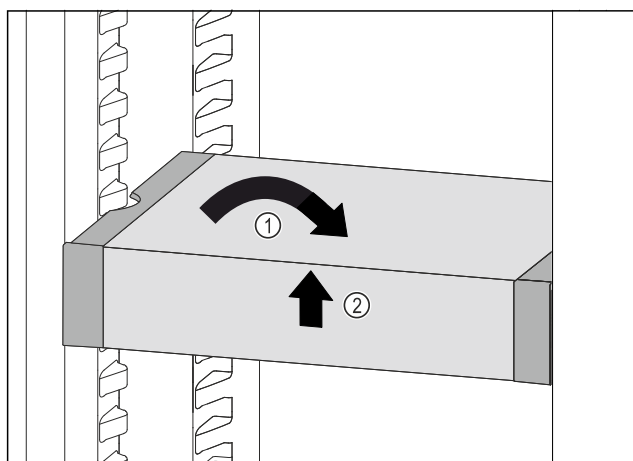

Fig. 53
- VarioSafe postavte rovně. Fig. 53 (1)
► VarioSafe vpředu zvedněte. Fig. 53 (2)